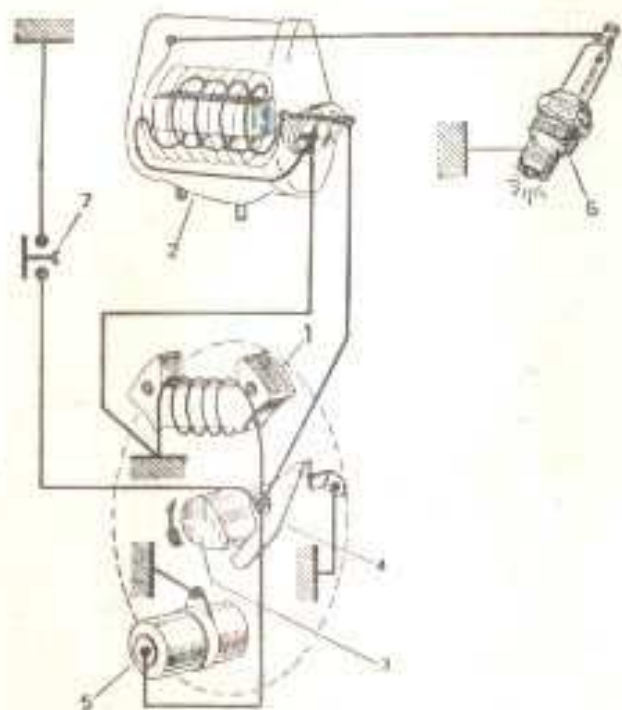

Fig. 6 - Schema dell'accensione
**Accensione a mezzo bobina:** A. T. esterna (ved. fig. 6).